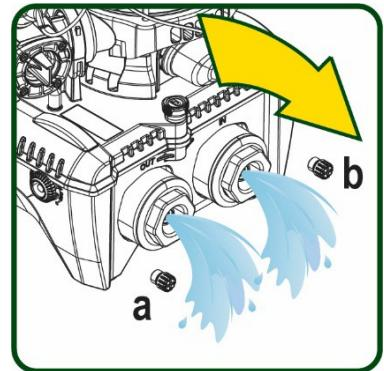

Abbildung 20
5. Entfernen Sie die beiden Abflusstopfen am Dock und lassen Sie das Wasser im Inneren (etwa 11 Liter) aus beiden ablaufen; Abb.20